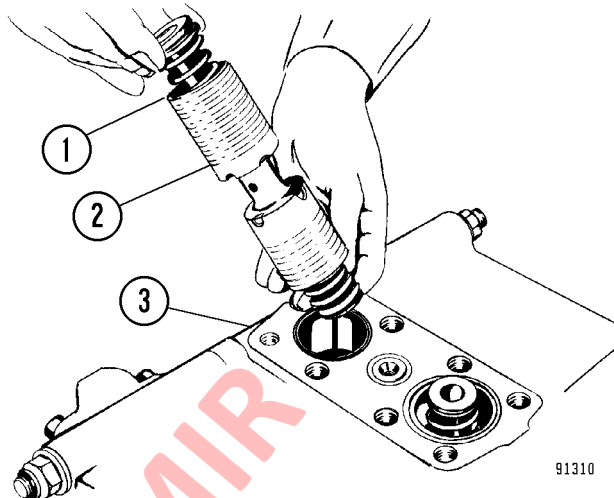

FIGURA 8-10. MONTAJE DEL CARRETE
3. Repita el paso 2 para el extremo opuesto del carrete (20) para montar el resorte, el asiento del resorte y el extremo del carrete. Asegúrese que el resorte (16) sea azul. En el extremo inferior no están montado un cabezal móvil ni un tapón.
4. Lubrique el conjunto del carrete y móntelo con cuidado en la carcasa del carrete como se muestra en Figura 8-10. Asegúrese de que la ranura en "V" (1) en el conjunto del carrete (2) esté posicionada hacia **arriba**.
6. Repita el Paso 5 para el extremo inferior del carrete (14). Instale el resorte (16) que es de color azul, el asiento de resorte (2) y el extremo del carrete (15). Aplique Loctite a las roscas del extremo del carrete. Instale el extremo del carrete (15) y apriételo a **34 N·m (25 ft lb)**. Instale el cabezal móvil blanco (22). Aplique Dri-loc #204 a las roscas del tapón (3). Instale y apriete el tapón a **20 N·m (15 ft lb)**.
7. Lubrique el carrete ensamblado e instálelo en la carcasa del carrete como se muestra en la Figura 8-10. Asegúrese de que la ranura en "V" (1) en el conjunto del carrete (2) esté posicionada hacia **arriba**.